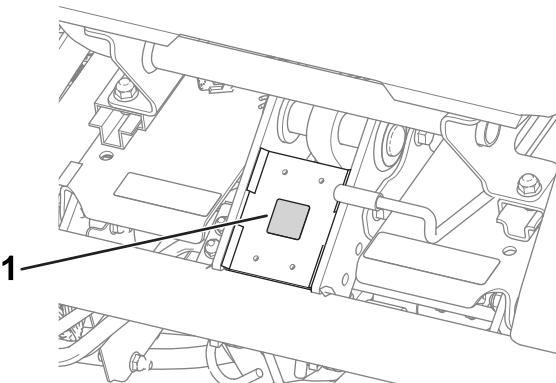

図 10
- CE マークステッカーを、運転席前下のフレーム部分に貼りつける図 10。